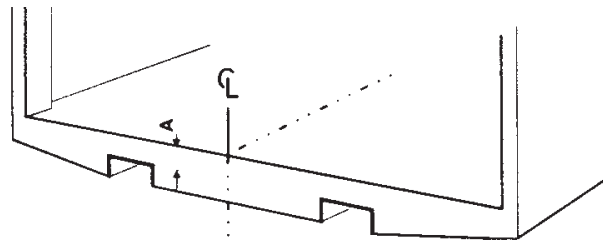

Abb.24. Mittelpunkt an der Hecktraverse des Fahrzeugs ausmessen und markieren
1. Mittelpunkt an der Hecktraverse des Fahrzeugs ausmessen und markieren. Siehe Abb.24.